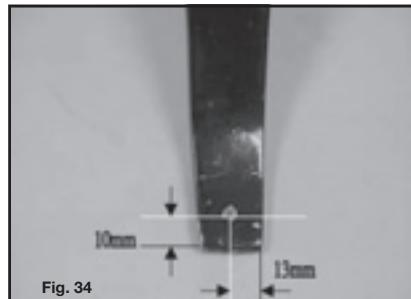

Fig. 34
Drill a hole through the landinggear as shown in Fig. 34. Follow the landinggear hole to drill through the wheel pants and supports, see Fig. 35.
*Boor een gaatje in de steun zoals getoond op Fig. 34. Boor door het gaatje van de steun een gaatje in de wielkap en versteviging, zie Fig. 35.*
Percez un trou dans la jambe du train d'atterrissage, voir Fig. 34. Placez le carénage sur la jambe et repassez dans le trou afin de percez le carénage et le support, voir Fig. 35.
*Bohren Sie ein Loch in das Landegestell wie in Fig. 34 gezeigt. Bohren Sie dann durch dieses Loch in den Radschuh und die Verstrebung. Siehe Fig. 35.*